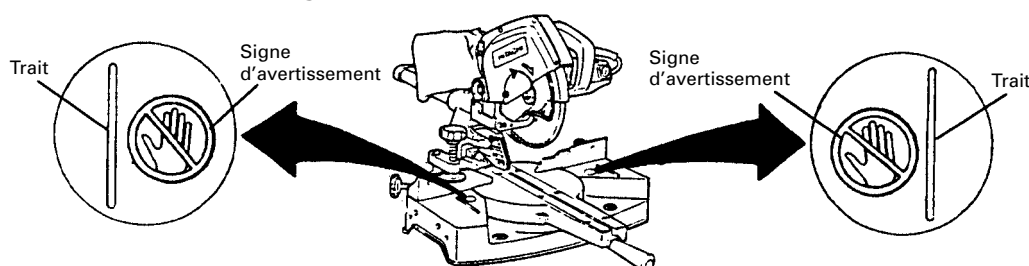

Fig. 15
* Ne jamais amener les membres à l'intérieur de la ligne à côté du signe d'avertissement pendant que l'outil fonctionne. Cela pourrait être dangereux (voir Fig. 15.)